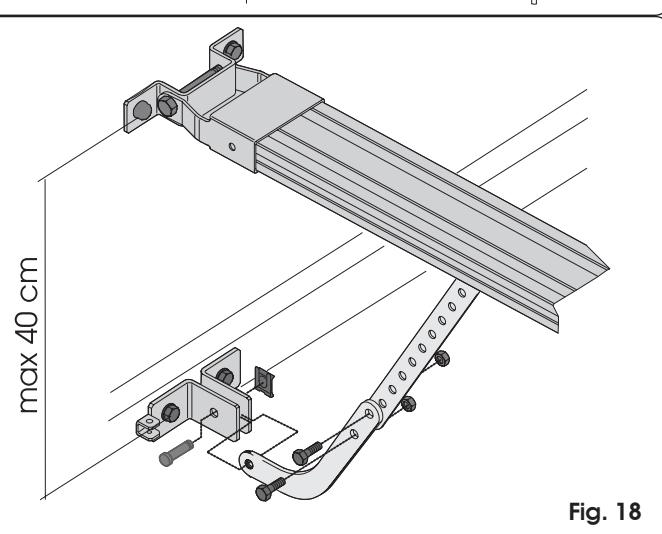

Fig. 18
- Si l'on utilise le bras courbe pour portes sectionnelles (en option) réaliser l'assemblage avec le bras droit du chariot d'après la Fig. 18. Pour améliorer l'efficience du système anti-écrasement, on conseille de fixer la patte d'attache sur la porte sectionnelle le plus bas possible, mais sans dépasser la distance de 40 cm à partir de la patte d'attache antérieure de l'opérateur